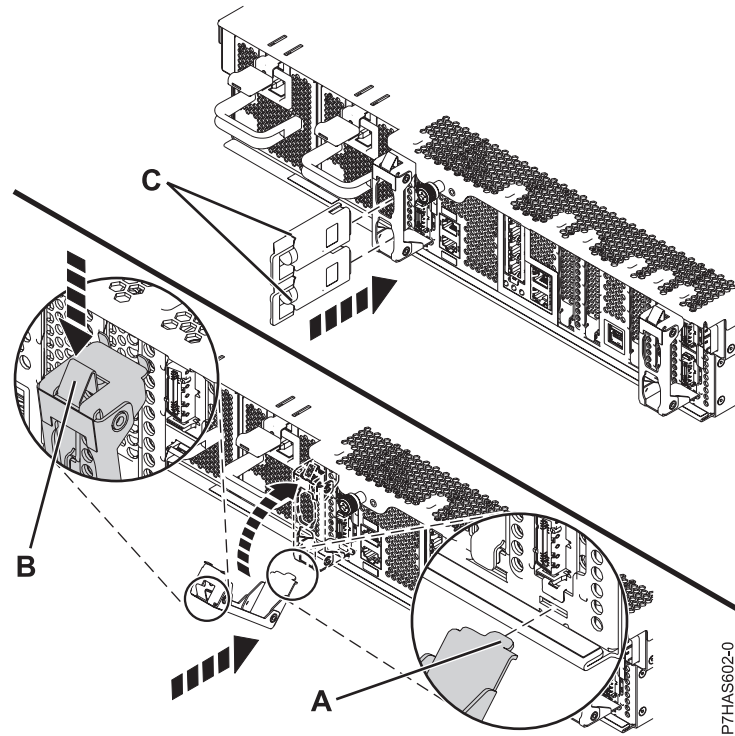

Figure 3. Installation du support de câbles
17. Afin de bloquer la patte inférieure dans l'emplacement du bloc, inclinez légèrement le support de câble (A) (voir la figure 3, à la page 5).